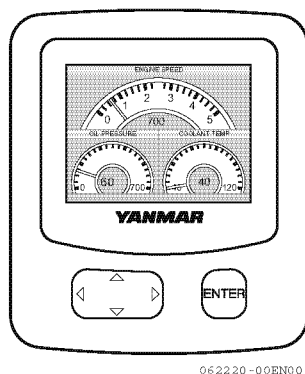

Figure 4
- Quando il motore si avvia, il display del VC10 visualizza la schermata contenente i valori che indicano le condizioni del motore (**Figure 4**).